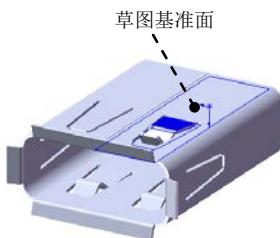
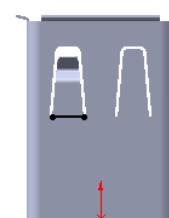

图 10.60 绘制的折弯 9
图 10.62 横断面草图
(4) 单击 \checkmark 按钮，完成绘制的折弯 8 的创建。
Step19. 创建图 10.60 所示的钣金特征——绘制的折弯 9。
(1) 选择下拉菜单 $\text{插入(I)} \rightarrow \text{钣金(H)} \rightarrow \text{绘制的折弯(S)...}$ 命令。
(2) 定义横断面草图。选取图 10.60 所示的模型表面为草图基准面，绘制图 10.62 所示的横断面草图。